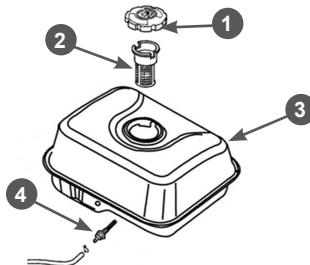

Рис. 31 Фильтры топливные
В топливном баке установлены два сетчатых топливных фильтра. Один фильтр устанавливается в заливной горловине топливного бака. Второй фильтр конструктивно объединен со штуцером топливного бака и установлен внутри бака (Рис. 31).
Через каждые 300 часов работы необходимо производить очистку топливного бака от грязи и конденсата. Одновременно с очисткой топливного бака необходимо проверять и очищать фильтр 4, установленный внутри бака (Рис. 31). Поврежденный или сильно загрязненный фильтр необходимо заменить.
3. Выкрутите из топливного бака выходной штуцер 4 и произведите его очистку (Рис. 31). Внимательно осмотрите сетчатый фильтр. При обнаружении механических повреждений замените штуцер топливного бака.